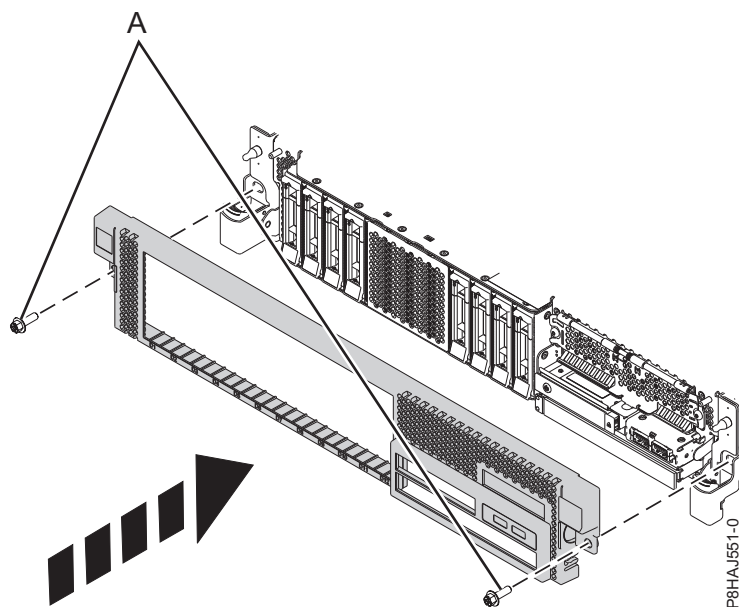

Figura 46. Instal·lació de la coberta frontal
3. Tanqueu els pestells d'alliberament empenyent-los en la direcció que mostra la Figura 46 a la pàgina 61. La coberta queda fixada al seu lloc i té un sagnant des d'on es pot retenir més fàcilment.
4. Substituïu els cargols de muntatge (A).